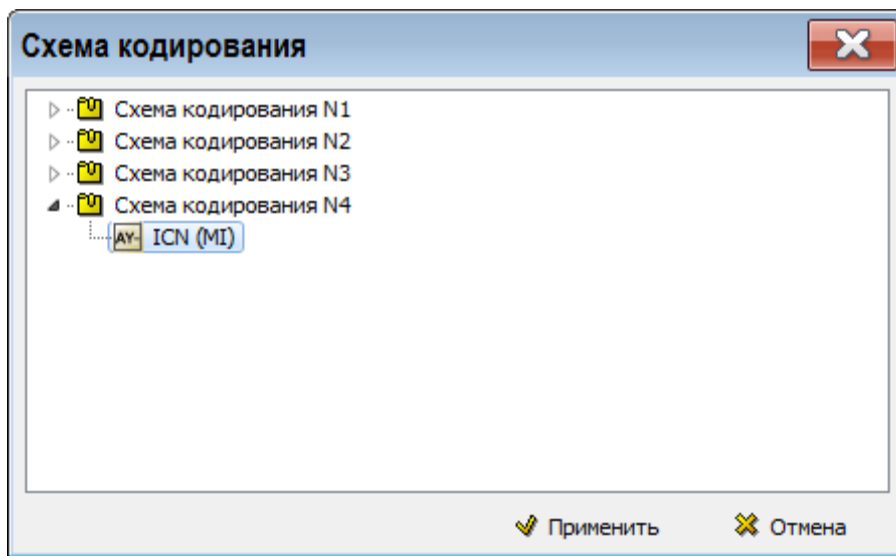

Рис. 3.93
4. Установите флаг у параметра **Использовать кодирование** и загрузите схему кодирования «ICN (MI)» (Рис. 3.93).